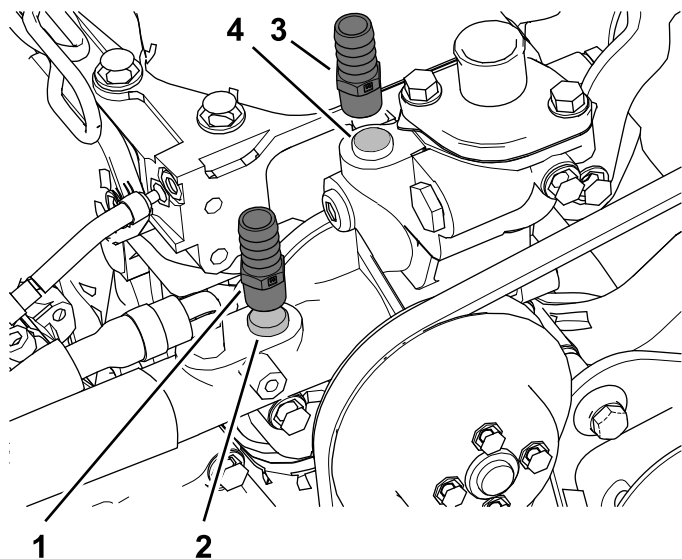

图 34
2. 拆下发动机上的加热器供水和回流软管插头并安装接头 $\frac{3}{8}$ NPT x 0.625 倒钩如图 34 所示。